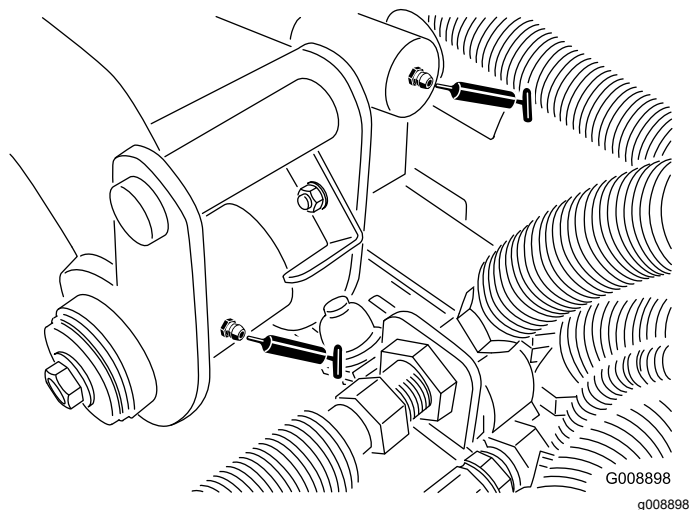

Figura 49
- Perno del braccio di sollevamento posteriore e cilindro di sollevamento (2) (Figura 49)